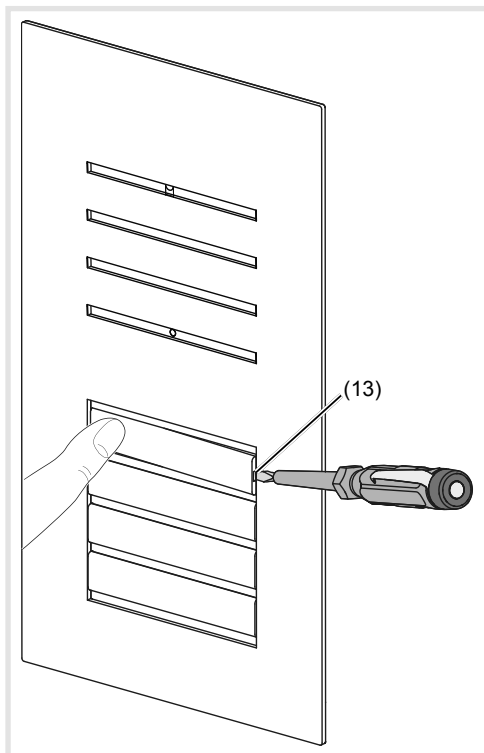

Figura 3: sostituzione della targhetta nome
- Tenere premuti i tasti di chiamata su un lato. Sul lato di fronte, l'apertura a leva (14) diventa accessibile per un cacciavite.
- Inserire il cacciavite nell'apertura a leva (13) e svitare l'arresto (figura 3).